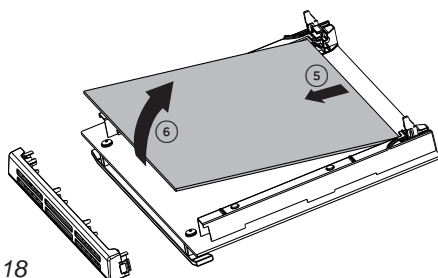

Fig. 10.18
- Sollevare ed estrarre delicatamente il vetro intermedio sganciandolo dagli incavi di aggancio inferiori (fig. 10.18).